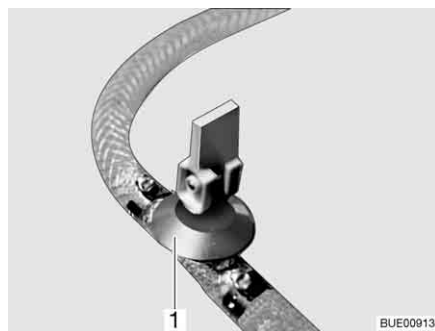
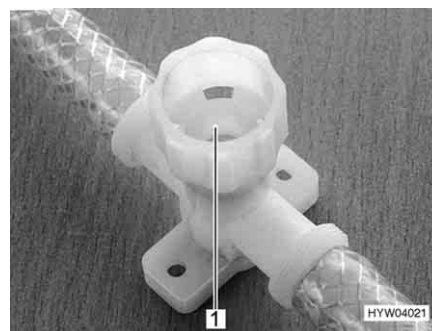

Fig. 187 Rubinetto di scarico (con leva a bilancere)
Fig. 188 Rubinetto di scarico (con tappo a vite)
- Aprire tutti i rubinetti di scarico. Mettere la leva a bilanciere del rubinetto di scarico (Fig. 187, 1) in posizione verticale o chiudere il coperchio del rubinetto di scarico (Fig. 188, 1) in senso antiorario.